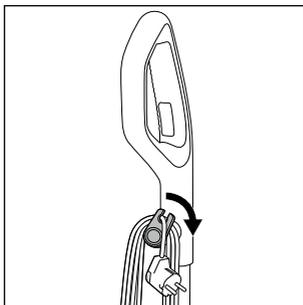

Fig. 12
- ◆ Svolgere completamente il cavo di alimentazione **17** dai portacavo superiore e inferiore **16/20**. Per svolgere velocemente il cavo di alimentazione **17** dai portacavo **16/20**, estrarre un poco il portacavo superiore **16** e ruotarlo verso il basso (vedere fig. 12).